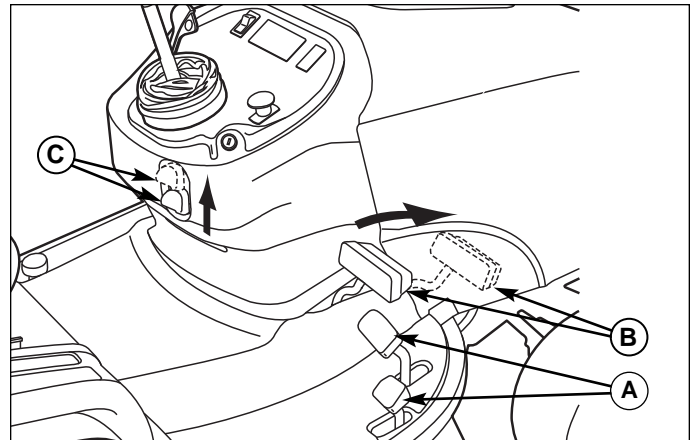

Abb. 2. Einkuppeln der Parkbremse
Parkbremse einsetzen - Siehe Abb. 2. Die Parkbremse wird angezogen, indem Sie die Grundgeschwindigkeitspedale (A) freigeben, das Bremspedal (B) vollständig nach unten drücken, und den Knopf für die Parkbremse (C) HERAUSZIEHEN und dann das Bremspedal freigeben.
Lösen der Parkbremse - Siehe Abb. 2. Die Parkbremse wird gelöst, indem Sie das Bremspedal (B) vollständig nach unten drücken und den Knopf für die Parkbremse (C) HINEINDRÜCKEN.